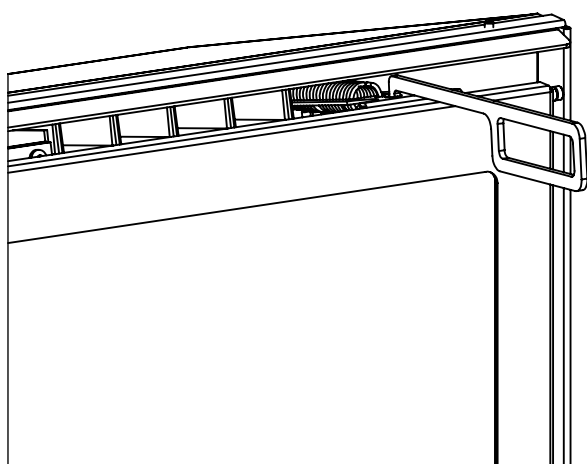
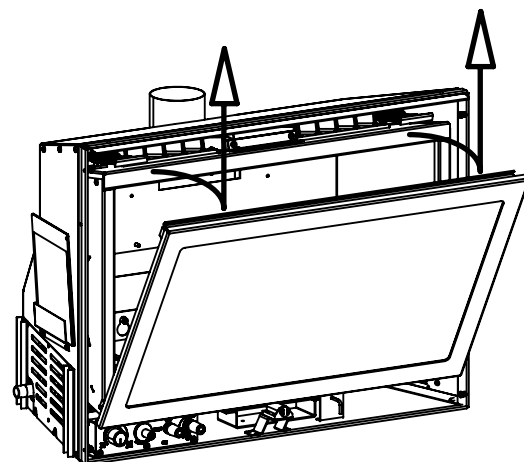

Figure 8: Dégageant de porte.
Figure 9: Déplacement de porte.
Enlevez la porte en verre en plaçant l'extrémité accrochée de l'outil de dégageant de porte dans le trou sur le mécanisme de verrou de porte (voyez Figure 8) et tirant le verrou puis vers le haut au-dessus de la lèvre sur la porte. Quand les deux (2) des verrous ont été libérés, inclinent la porte en avant et se soulèvent alors décrochent jusqu'à les étiquettes inférieures de porte (voyez Figure 9).